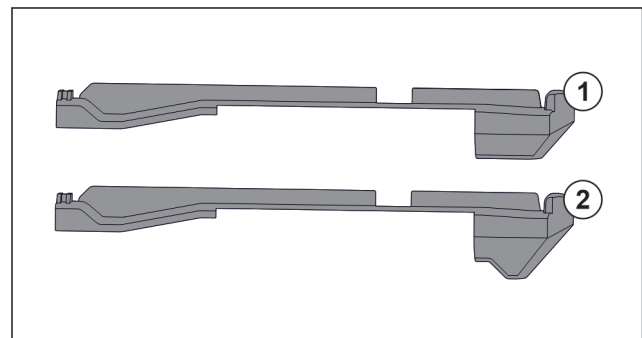

Fig. 18 Vergelijking van de insteekelementen
In het apparaat bevinden zich twee verschillende insteekelementen. Het insteekelement boven de onderste lade Fig. 18 (2) heeft een driehoekige rand. Alle overige insteekelementen Fig. 18 (1) hebben een rechte rand.
- ▶ Insteekelement Fig. 18 (2) met de driehoekige rand boven de onderste lade aanbrengen.
- ▶ Insteekelement Fig. 18 (1) met rechte rand op alle overige plekken aanbrengen.